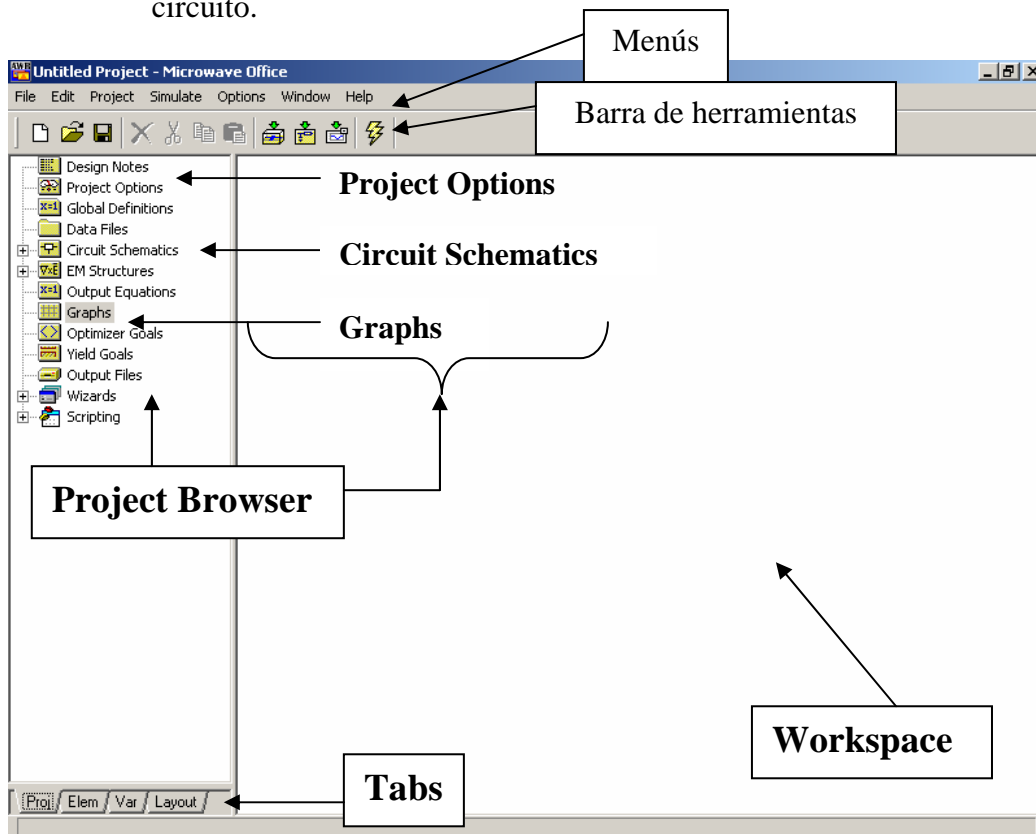
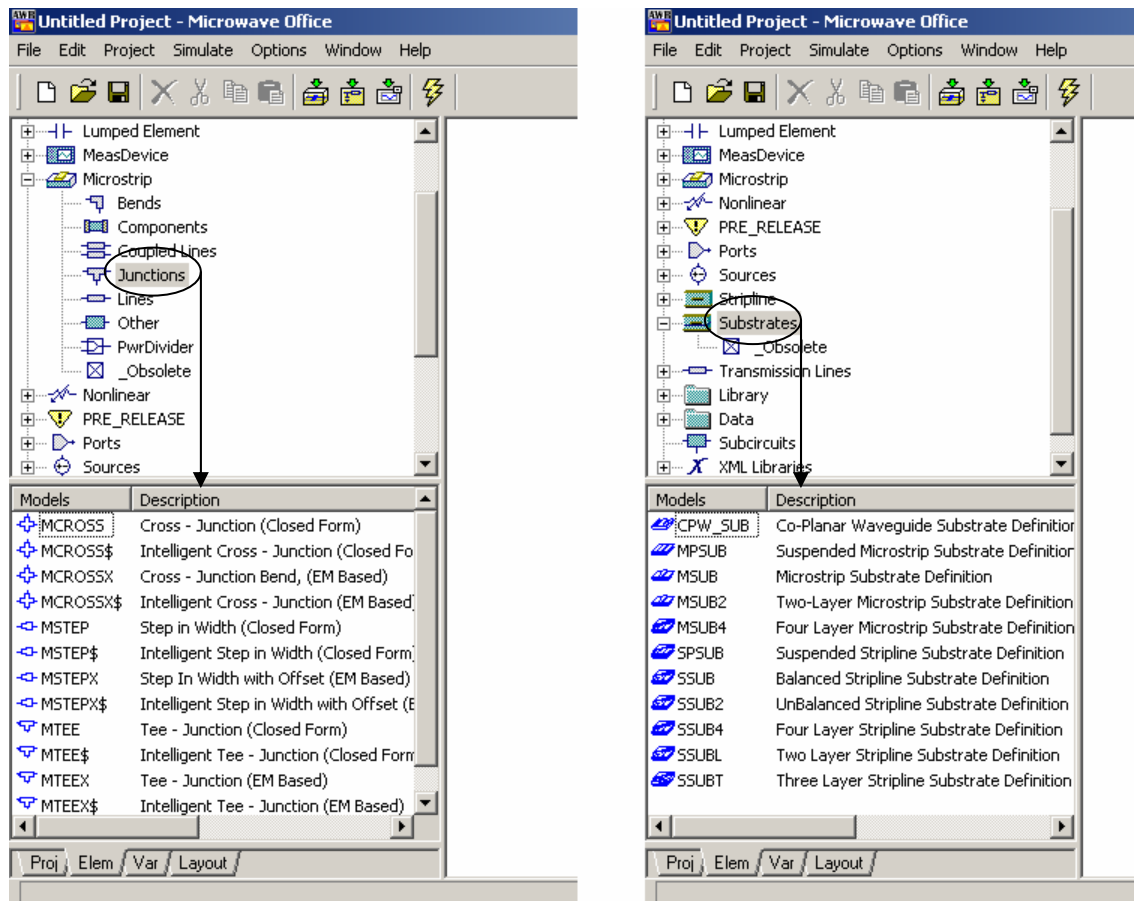

Figura 1
Figura 2: ejemplos de elementos disponibles en *Microwave Office*. Element browser.
Para ejecutar el programa, se pincha en el icono de acceso directo situado en el escritorio (llamado **AWR Microwave Office 2002**). Aparece entonces una ventana o interfaz de programa que representa el entorno de simulación sobre el cual se va a trabajar (ver figura 1). Esta ventana representa un “proyecto”, o “*project*”, el cual se puede nombrar, guardar, y volver a abrir tantas veces como se desee, y dentro del cual se va a definir, simular y optimizar el circuito. Los grupos de elementos más importantes del interfaz principal, son (ver figura 1):
- **Elem**: Despliega los elementos definidos en el entorno de trabajo del programa *Microwave Office* para implementar los circuitos, tanto en tecnología *stripline* como en *microstrip*. Estos elementos son, desde tramos de líneas, hasta líneas acopladas, pasando por uniones en T, divisores Wilkinson, etc. También aquí se encuentran definidos los diferentes tipos de sustratos (ver figura 2).
Comentario a la figura 2: En esta figura se ven dos ejemplos (izquierda y derecha) de algunos de los tipos de elementos con los que cuenta el *Microwave Office* para implementar un circuito. Para tener acceso a estos elementos se ha desplegado el menú correspondiente a la lengüeta o *tab* denominada “Elem” (*Element Browser*). Una vez desplegado este menú, en el ejemplo de la izquierda se ha pinchado con el ratón en la opción “*microstrip*”, desplegándose un submenú relativo a los diferentes tipos de elementos disponibles en tecnología *microstrip*. Sobre este submenú de la parte superior de la pantalla, se ha elegido “*junctions*”. En la parte inferior aparecen, entonces, diversos tipos de uniones *microstrip*, como se puede apreciar. En el ejemplo de la derecha, se ha pinchado con el ratón la opción “*substrates*”, dentro del menú situado en la parte superior de la pantalla. Haciendo esto aparecen, en la parte inferior del interfaz, los distintos tipos de sustratos disponibles en la librería del *Microwave Office*.
- **Creación del esquemático:** para realizar un esquemático, es necesario primero crear uno nuevo y darle nombre. Para ello, basta con ir al *Project Browser* (columna izquierda, ver figura 1), situarse con el ratón sobre la opción *Circuit Schematics*, y abrir el menú correspondiente haciendo click con el botón derecho. En el menú desplegable que aparece hay que seleccionar la opción *New Schematic*. Entonces aparece un cuadro de diálogo en el cual hay que introducir el nombre con el que identificar al circuito que vamos a crear. Este nombre no tiene por qué corresponderse con el nombre del proyecto. De hecho, un mismo proyecto puede tener varios esquemáticos, todos los cuales, a medida que vayan siendo creados, colgarán de la opción *Circuit Schematics* en el *Project Browser*.
Una vez que el esquemático ha sido creado, aparece en el *Workspace* (área central del interfaz, ver figura 1) una ventana con puntos que definen una rejilla rectangular. Sobre esta rejilla se define el esquemático, es decir, aquí se van a ir añadiendo y conectando los distintos elementos del circuito.
- **Definición del sustrato:** el primer elemento del circuito que es necesario definir es el sustrato. Una vez hemos creado un nuevo esquemático, hay que ir al *Element Browser*: para desplegarlo, basta con seleccionar la lengüeta o *tab* llamada “*Elem*”, situada en la parte inferior izquierda del interfaz (ver figura 1). Una vez allí, se selecciona la opción “*Substrates*” dentro del menú de conjuntos de elementos que contiene el *Element Browser* (ver figura 2). En la parte inferior izquierda de la pantalla aparecen entonces varios tipos de sustratos en diferentes tecnologías, tanto *stripline* como *microstrip*, junto con una breve descripción de los mismos.
Si esta breve descripción no aparece, se puede pinchar con el botón derecho sobre uno cualquiera de los elementos y seleccionar en el menú desplegable la opción “*show details*”: así aparecerán todos los elementos en forma de listado, con una breve descripción a su lado, como en la figura 2. Para ver una descripción más detallada de un elemento en concreto, junto con el significado de cada uno de los parámetros eléctricos del mismo, se puede pinchar igualmente con el botón derecho sobre el icono de interés, y seleccionar en el menú desplegable la opción “*Element help...*”. Esto abrirá la ventana de ayuda del programa *Microwave Office* en la página dedicada al elemento seleccionado. Se recomienda utilizar el sustrato más sencillo posible en cada caso. Por ejemplo, si el diseño va a implementarse en *microstrip* simple, basta con seleccionar el sustrato MSUB. Si se va a implementar en tecnología *stripline* sin que existan mayores restricciones de diseño, basta con seleccionar el sustrato denominado SSUB. No obstante, existen otros tipos de sustratos más complejos que permiten especificar diferente grosor para la capa superior e inferior del *stripline* (SSUB2), o distintas constantes dieléctricas para cada una de las dos capas (SSUBL), o con más de dos capas, etc.
Este proceso es muy similar al seguido para definir el sustrato. En el *Element Browser* se selecciona primero el grupo de componentes de interés. Normalmente los grupos de interés, a parte de los sustratos, suelen ser “*microstrip*” o “*stripline*”, según se esté empleando una u otra tecnología. Cada uno de estos grupos posee un submenú que se despliega automáticamente al hacer doble click con el ratón sobre cada uno de ellos, o al pinchar en la cruz que aparece a su lado: en el ejemplo de la izquierda de la figura 2 aparece desplegado, por ejemplo, el submenú correspondiente al grupo de elementos *microstrip*. En este submenú desplegable los elementos se agrupan en diferentes tipos de componentes: hay tramos de líneas, uniones, codos (*bends*), líneas acopladas y otros elementos diversos. Dentro del submenú se elige el subgrupo al cual corresponda el elemento que se desee insertar, y entonces aparece en la parte inferior izquierda del interfaz el conjunto de todos los elementos pertenecientes al subgrupo elegido. En el ejemplo de la izquierda de la figura 2, dentro del grupo “*microstrip*”, se ha elegido el subgrupo “*junctions*”, correspondiente a las uniones de tramos de líneas, por lo que en la parte inferior de la pantalla aparecen todas las posibles uniones *microstrip* disponibles en la librería de la herramienta *Microwave Office*.
- **Definición de gráficos:** una vez definidos los puertos, se pueden crear tantos gráficos como se desee. En el Project Browser, se pincha con el botón derecho sobre la opción *Graph* (ver figura 1), y a continuación se selecciona la opción *Add Graph*. Entonces aparece un cuadro de diálogo en el cual hay que introducir un nombre para el gráfico que vamos a crear, y un tipo de representación (polar, rectangular, carta de Smith, etc). Normalmente, para gráficos convencionales, y en una primera toma de contacto, interesa la representación rectangular, salvo que se indique expresamente lo contrario.